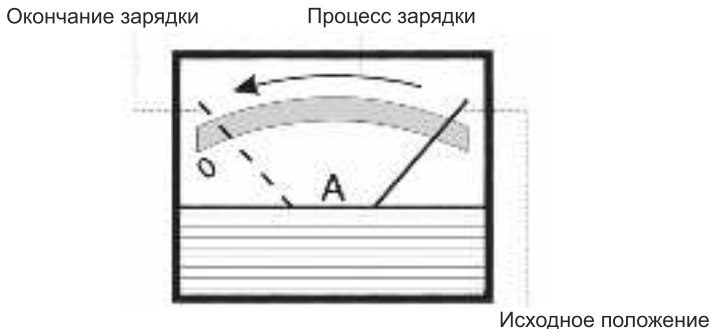

Рис. 3
6) Включите пуско-зарядное устройство, подключив его к сети питания и переключив выключатель в позицию «Вкл». Амперметр показывает ток заряда батареи, при зарядке батареи показания амперметра будут медленно уменьшаться до минимального значения в соответствии с емкостью и состоянием батареи (Рис. 3).